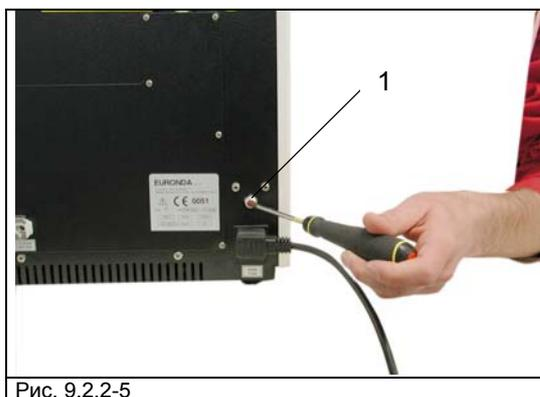

Рис. 9.2.2-5
3. Утопите красную кнопку (1) в отверстие при помощи заостренного инструмента (напр. отвертки) (Рис. 9.2.2-5) .